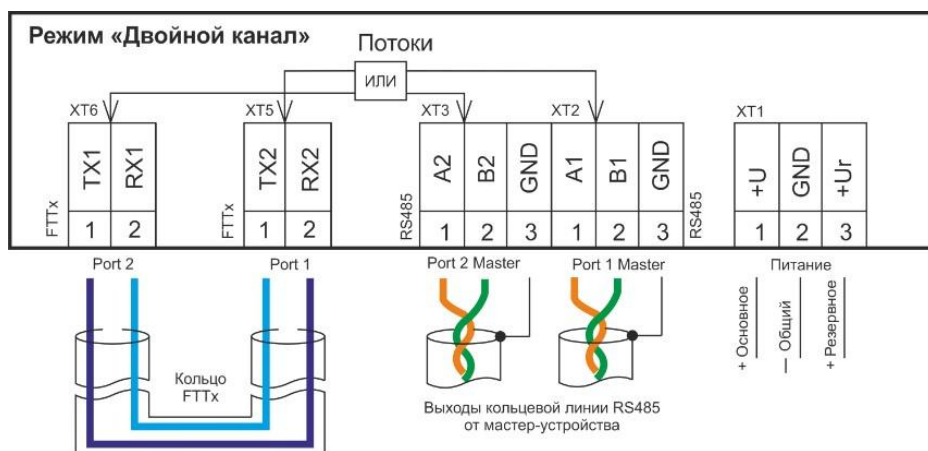

Рис. 66. Схема подключения RS485/FTTx-S-SC в режиме «Двойной канал»
- Режим «двойной канал» (см. рисунок 66) предназначен для формирования основной и резервной (кольцевой) оптоволоконной линии связи от мастер-устройств с двумя выходными портами RS485, имеющими возможность осуществлять контроль линии RS485 на обрыв (ОЛС ВПУ-A24/700 и аналогичные).